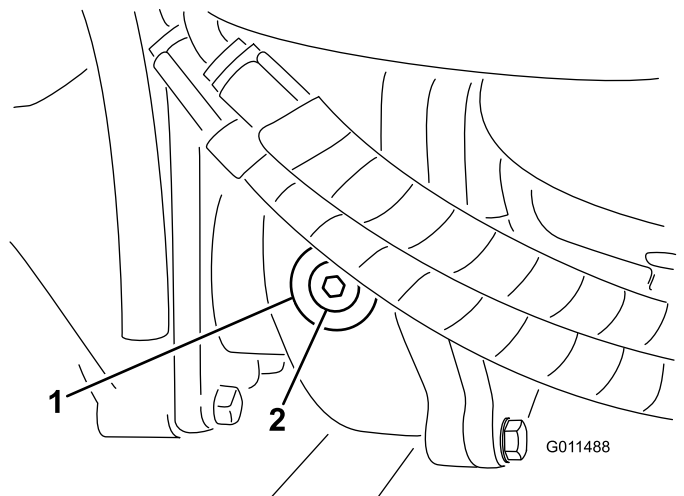

Figura 70
2. Retire el tapón de verificación/llenado del lado izquierdo de la caja de engranajes y asegúrese de que el lubricante llega al borde inferior del orificio (Figura 70).